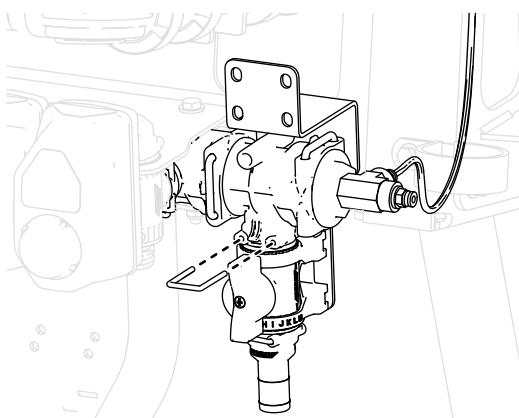

Figura 35
12. Conecte la válvula de control al distribuidor T del extremo de la sección de la válvula usando la horquilla de retención del kit (Figura 35).